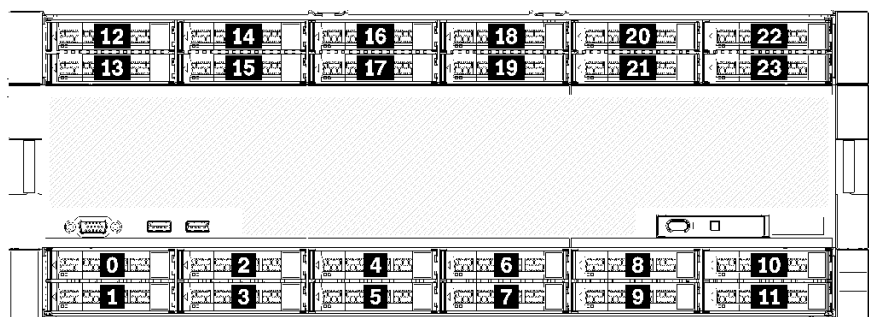

图 7. 硬盘插槽位置
- 顶部两个硬盘支持 SAS、SATA 或 NVMe 接口硬盘（Lenovo AnyBay）。服务器可支持最多 12 个 NVMe 硬盘，具体取决于服务器配置。支持 NVMe 的硬盘插槽是具有偶数编号的插槽，如第 20 页图 7 “硬盘插槽位置” 中所示。